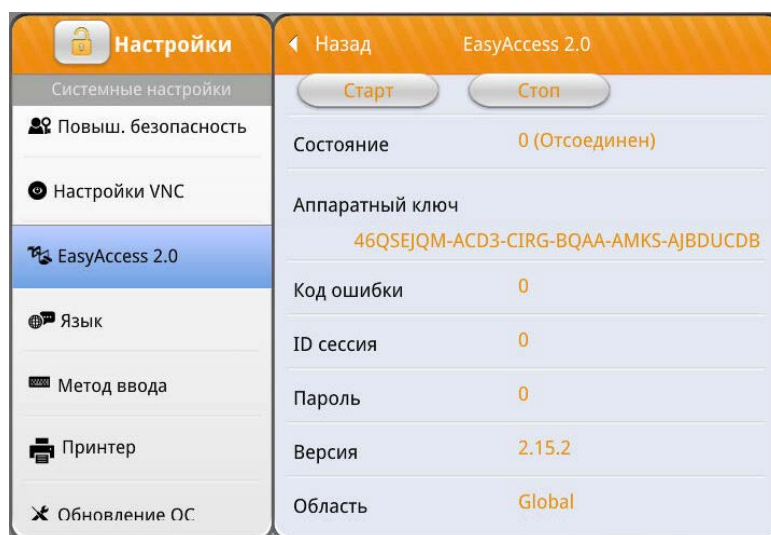

Рисунок 48 – Вкладка «EasyAccess 2.0»
По пути EasyAccess 2.0 → Подключение EasyAccess 2.0 (рисунок 48) можно вкл/выкл EasyAccess, а также характеристики:
- EasyAccess 2.0 (рисунок 48, 49);